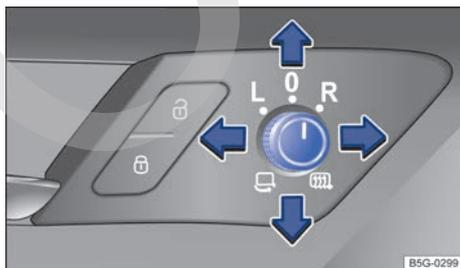

Fig. 96 En la puerta del conductor: mando giratorio de los retrovisores exteriores.
- Gire el mando situado en la puerta del conductor hasta el símbolo deseado → fig. 96.